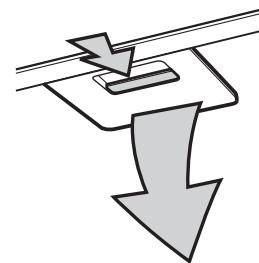

Bild 3
- Schieben Sie den Metallfettfilter zuerst zur Rückseite des Gerätes hin und ziehen Sie ihn dann nach unten heraus.**Bild 3.**